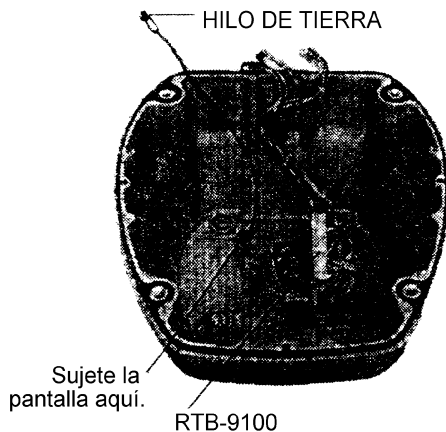

Figura 6-10. Conexión en la antena
5. Conectar los hilos del cable de señal a RTB-9100, con referencia al Diagrama de Interconexión. Fijar el hilo de tierra en el fondo del interior de la unidad como se indica en la Figura 6-10.